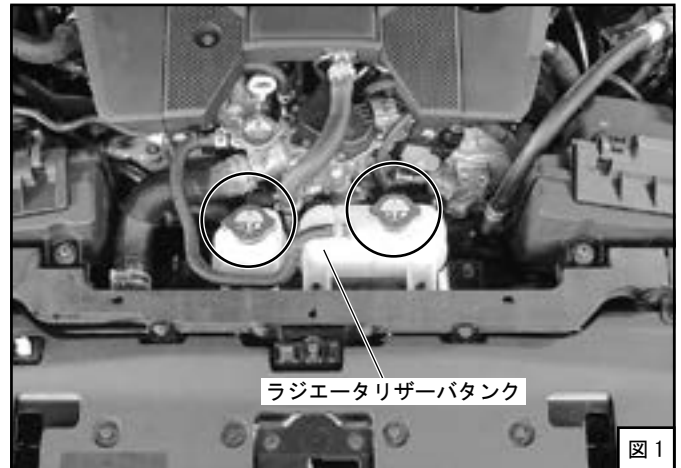

図 1
- (1) ラジエータリザーバタンクのキャップ 2 個を取外してください。(図 1)